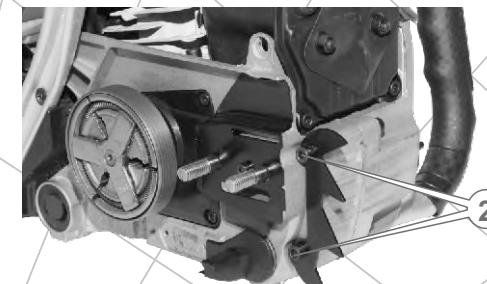

Рис. 6
5. Установите на передней части корпуса зубчатый упор (1) и зафиксируйте его двумя винтами (2), используя шестигранный ключ 4 мм (см. рис. 6).